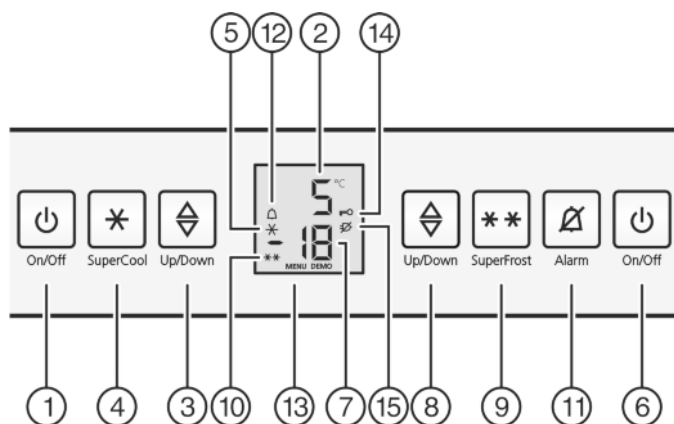

Fig. 2
- Appuyer sur la touche On/Off Fig. 2 (6) du congélateur.
- Appuyer sur la touche On/Off Fig. 2 (1) du compartiment réfrigérateur.
- Activer le mode de réglage : appuyer sur la touche SuperFrost Fig. 2 (9) pendant env. 5 secondes.
- ▷ Le symbole Menu Fig. 2 (13) apparaît dans l'affichage.
- Confirmez en appuyant brièvement sur la touche SuperFrost Fig. 2 (9).
- ▷ Le symbole Sécurité enfants Fig. 2 (14) s'allume dans l'affichage.
- Appuyer brièvement sur la touche On/Off du compartiment congélateur Fig. 2 (6).
- ▶ Activer le mode de réglage : appuyer sur la touche SuperFrost *Fig. 2 (9)* pendant env. 5 secondes.
- ▷ Le symbole Menu *Fig. 2 (13)* apparaît dans l'affichage.
- ▶ Confirmez en appuyant brièvement sur la touche SuperFrost *Fig. 2 (9)*.
- ▷ Le symbole Sécurité enfants *Fig. 2 (14)* s'éteint.
- ▶ Appuyer brièvement sur la touche On/Off du compartiment congélateur *Fig. 2 (6)*.
- ▶ Appuyer sur la touche Alarme *Fig. 2 (11)*.
L'affichage de la température clignote en même temps que le symbole Alarme *Fig. 2 (12)*.
L'avertisseur sonore s'éteint automatiquement et le symbole Alarme *Fig. 2 (12)* et l'affichage de température arrêtent de clignoter lorsque la température est de nouveau suffisamment froide.